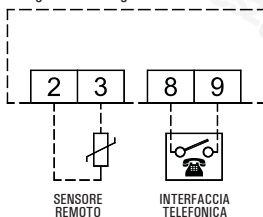

Fig. 4
- Eseguire i collegamenti elettrici seguendo lo schema di collegamento di Fig. 4.